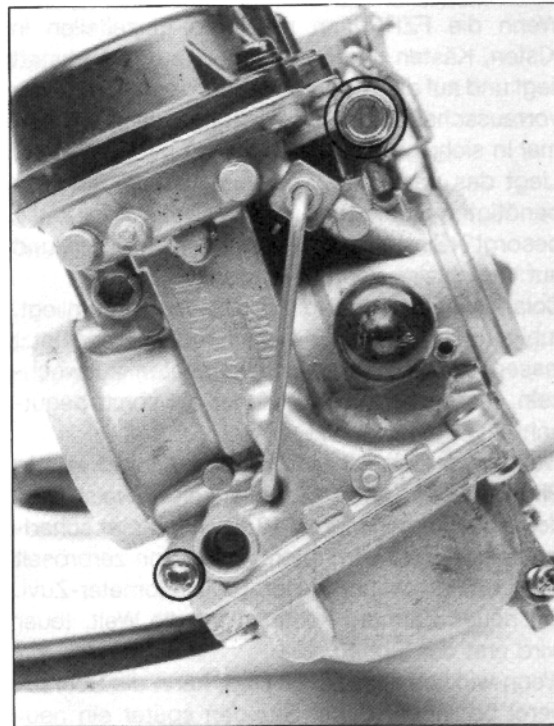

Bild 70
- Vergaser nach Ausdrehen der oberen und unteren Verbindungs-Befestigung trennen, siehe Bild 70.